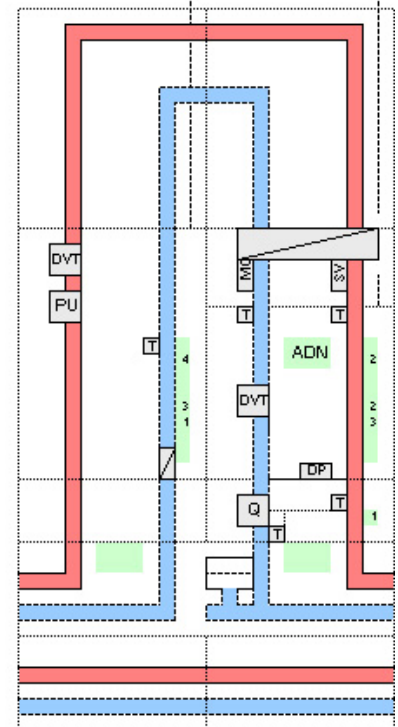

Bild 40
40. Einspeisung indirekt mit Wärmetauscher am Netz mit DP (EID) (Bild 40)